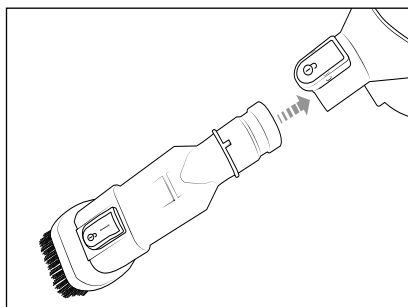

Fig. 8
- ◆ Sæt 2-i-1 kombibørsten **8** på produktets sugeåbning, indtil den klikker hørbart på plads (se fig. 8).